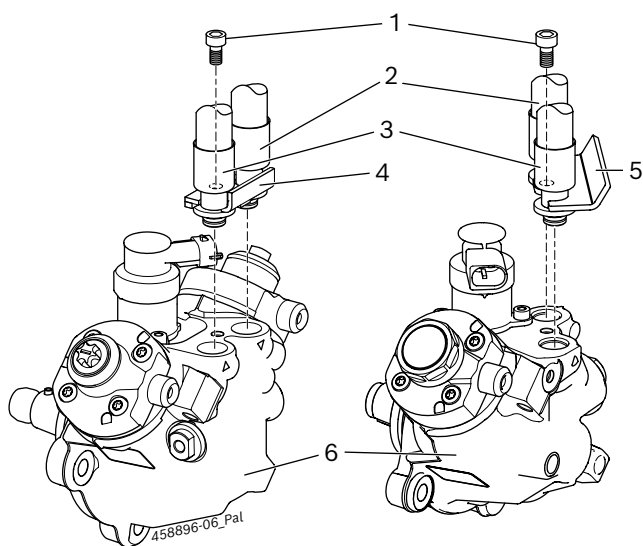

Fig. 4: Raccord d'essai CP4 avec équerre de fixation
! Pour le raccord d'huile d'essai du CP4, utiliser les flexibles spécifiques de la pompe 1 680 712 351 ou 1 680 712 352. Fixer les flexibles au CP4 avec l'équerre de fixation spécifique à la pompe 1 681 038 392 (Fig. 4, Pos. 4) ou avec l'équerre 1 681 038 430 (Fig. 4, Pos. 5) et la vis à six pans creux M6 x 12 (Fig. 4, Pos. 1). Les flexibles, l'équerre de fixation et la vis à six pans creux sont inclus dans la livraison du jeu de pièces 1 687 016 125.
1. Raccorder le flexible pour l'arrivée d'huile d'essai (Fig. 4, Pos. 2) sur le raccord d'arrivée du CP4.
2. Raccorder le flexible pour le retour d'huile d'essai (Fig. 4, Pos. 3) sur le raccord de retour du CP4.
3. Fixer les deux flexibles avec l'équerre de fixation 1 681 038 392 (Fig. 4, Pos. 4) ou l'équerre de fixation 1 681 038 430 (Fig. 4, Pos. 5) et la vis à six pans creux M6 x 20 (Fig. 4, Pos. 1) sur le CP4.